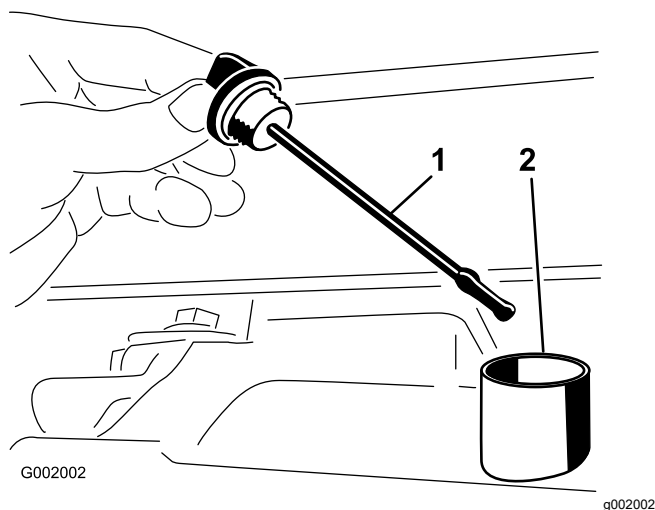

Figura 54
2. Togliete l'asta di livello dal transaxle ed asciugatela con un panno pulito (Figura 54).